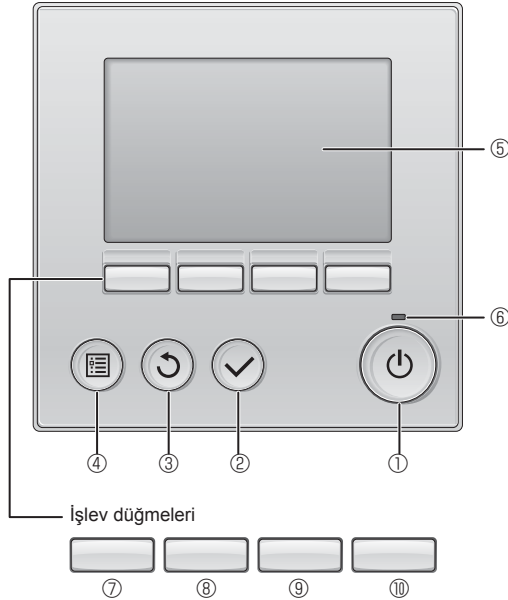

Fig. 6-1
6.2.1. Kablolu uzaktan kumanda kullanılarak (Fig. 6-1)
① [ON/OFF] (AÇMA/KAPATMA) düğmesi